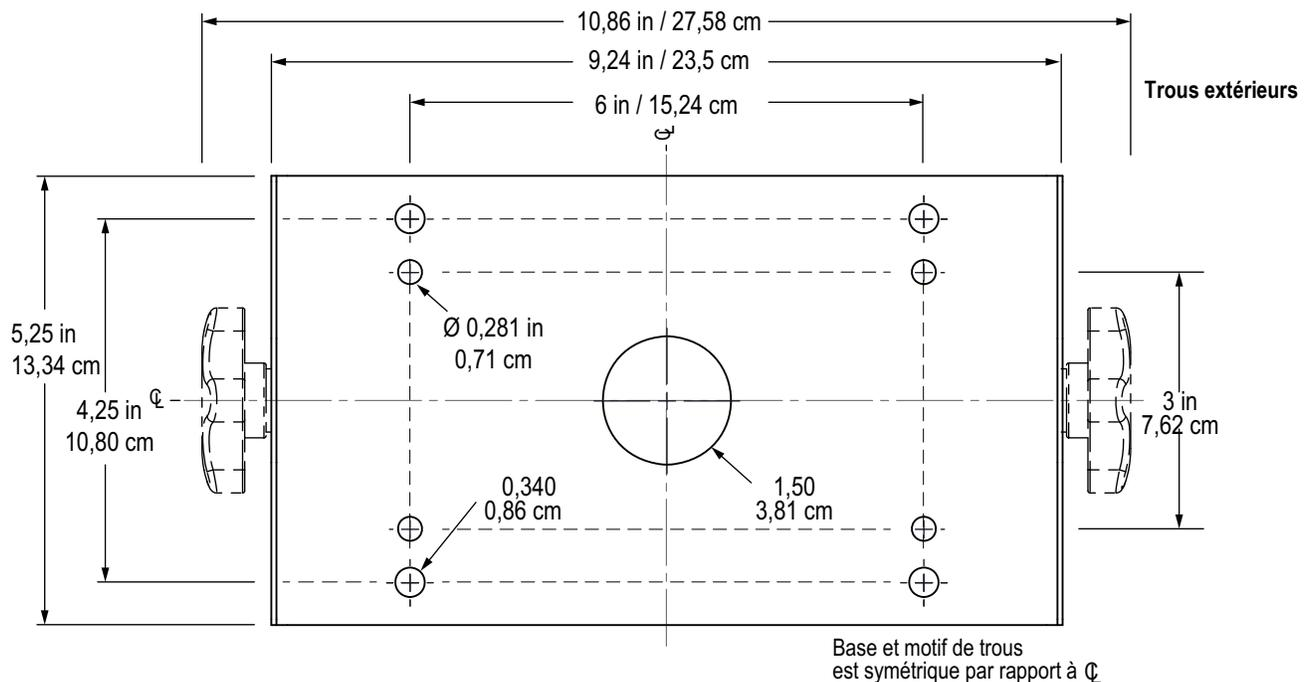

Figure 2-4. Configuration cotée des perçages du support inclinable pour modèle universel
1. Marquez la position des vis en utilisant le support de fixation comme gabarit de perçage. Pour les dimensions, reportez-vous à la Figure 2-4, page 27.